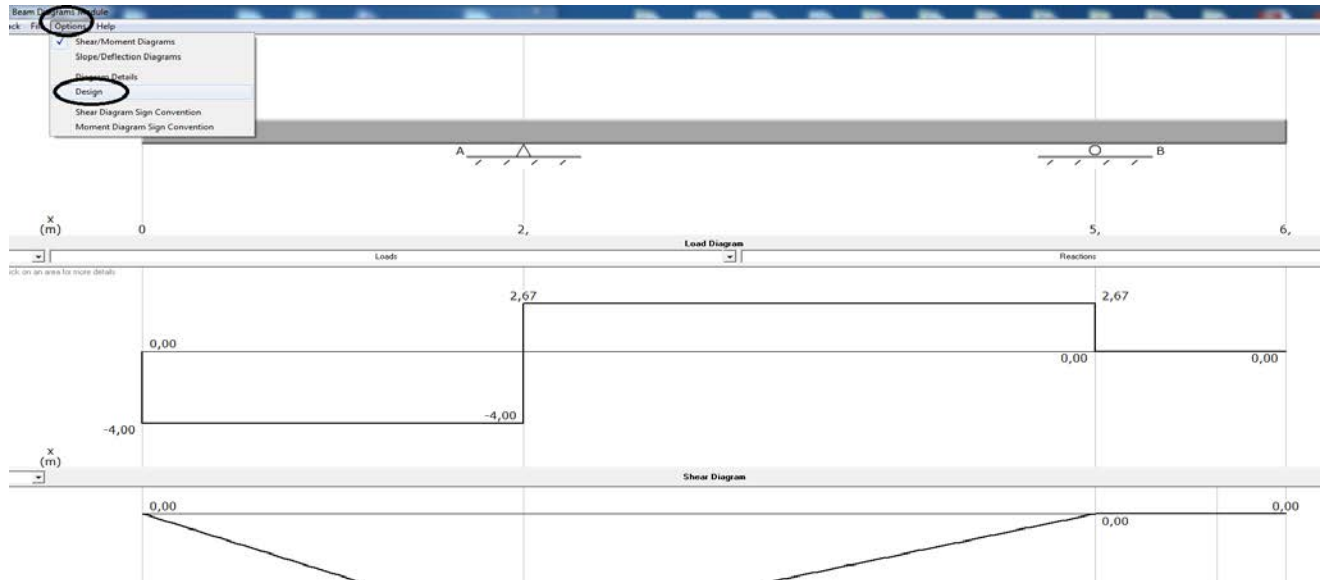

Figura 26- Alegerea sectiunii transversale a barei
-In figura 26 se alege sectiunea transversala a barei , se dace sus la Options , apoi la Design